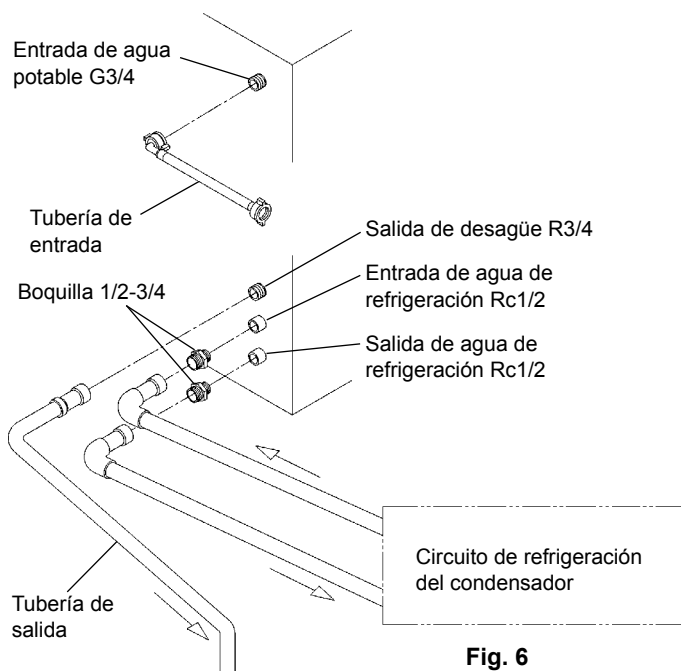

Fig. 6
* Hoshizaki recomienda conectar el condensador refrigerado con agua a un sistema de refrigeración de tipo recirculación de circuito cerrado que utilice una torre, un enfriador de agua o un dispositivo similar (véanse las figs. 6 y 7). La producción de agua debería tener lugar mediante una disposición de tipo válvula de bola/depósito de rotura.
[a] Conexiones estándar de acuerdo con la normativa WRC del Reino Unido (figs. 6 y 7)
5) Conectar el circuito de refrigeración del condensador a los extremos libres de las boquillas 1/2-3/4 como se indica (fig. 6), utilizando para ello una tubería de tipo rígido adecuada. Se deberá utilizar cinta P.T.F.E., un compuesto sellador adecuado, o ambas cosas, para obtener una unión sin goteras.